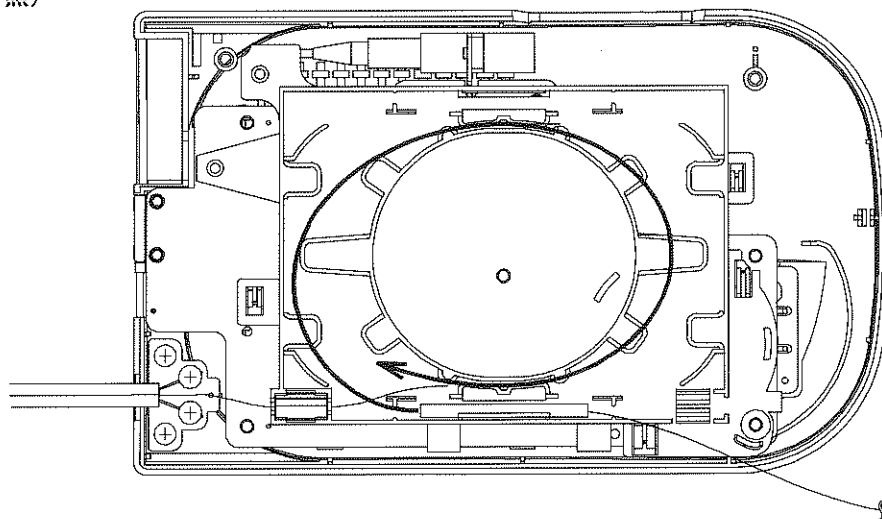

図 4-15 センタ側ケーブルの余長処理
- ③ センタ側ケーブルの光ファイバ素線をスプライストレイの余長処理部に沿って引き回し余長を収納します。(図 4-15 参照)